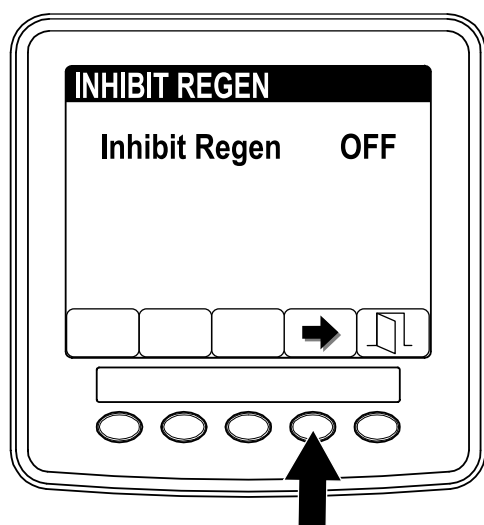

図 13
- ボタン 4 を使って、不許可設定を ON から OFF 図 13 または OFF から ON に変える。